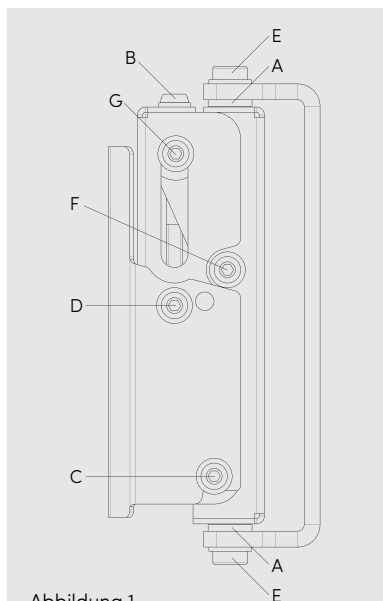

Abbildung 1
1. Entfernen Sie die beiden Linsenschrauben M6 (D) am Aufnahmeblech und lösen Sie die Schrauben (C, F, G) um ca. drei Umdrehungen. Ziehen Sie das Aufnahmeblech vom Wandhalter ab. **SIEHE ABBILDUNG 1.**